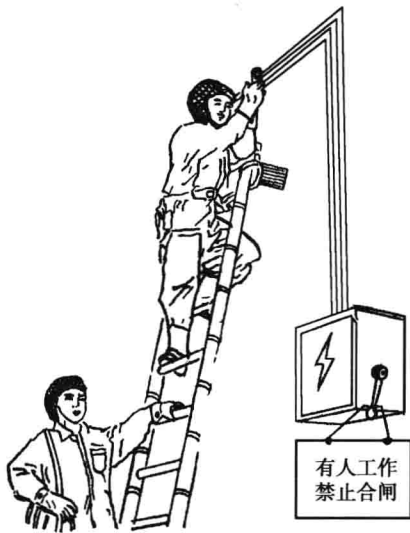

图 1.1.15 维修时，应在电源开关旁挂上警告牌
(4) 进行维修时，应在电源开关旁挂上“有人工作，禁止合闸”等警告牌，如图 1.1.15 所示。